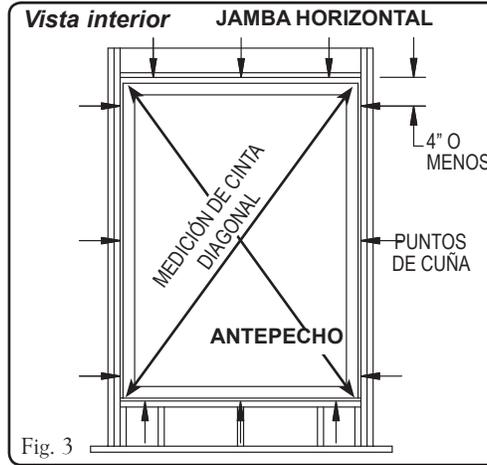

Fig. 3
**Consulte la Fig. 3.** Coloque cuñas a lo largo del cabezal, el antepecho y el lateral. Colocar cuñas asegurará márgenes correctos, jambas paralelas, una unidad nivelada y un correcto funcionamiento. No curve las jambas laterales. No coloque demasiadas cuñas.
**Consulte las Fig. 3 y 4.** Mida la distancia desde la esquina interior superior del bastidor izquierdo en diagonal hacia abajo hasta la esquina inferior derecha del bastidor y luego mida las otras dos esquinas. Estas mediciones deben estar dentro de 1/16" (2 mm) una de otra. Además, el ancho del bastidor en el centro debe ser el mismo que el ancho en cada extremo. Los márgenes alrededor de la ventana deben ser uniformes en todos los lados.